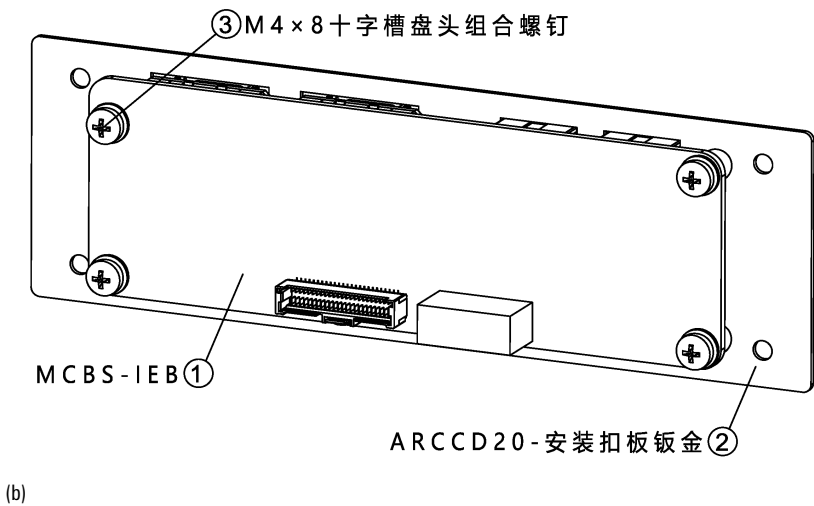

图 21-5 安装 MCBS-IEB
步骤2. 用 4 个 ③ M4X8 十字槽盘头组合螺钉将 ① MCBS-IEB 固定在 ② ARCCD20-安装扣板钣金上，参考图 21-5。